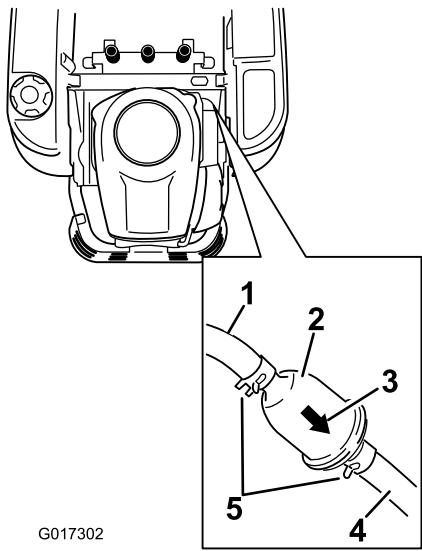

Figure 38
3. Trouvez le filtre à carburant sur le côté du moteur, comme montré à la Figure 38.
4. Pincez les extrémités des colliers et éloignez les colliers du filtre (Figure 38).
6. Posez un filtre neuf en veillant à orienter la flèche indiquant le sens d'écoulement vers le moteur. Rapprochez les colliers de flexibles du filtre (Figure 38) pour le fixer en place.